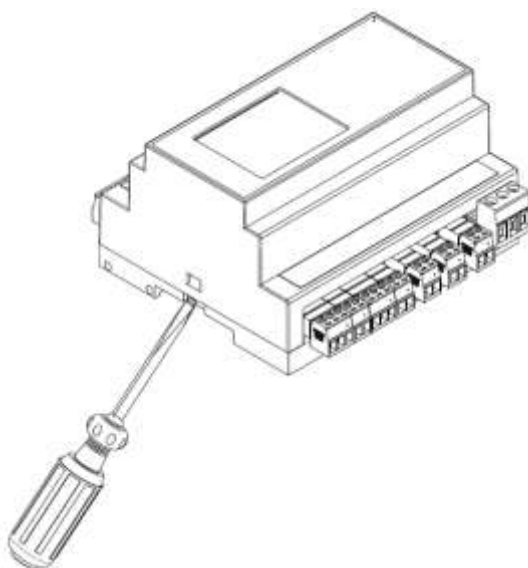

Рисунок 25 – Открытие защелки
3. Отверткой с плоским шлицем подцепите край торцевой поверхности крышки ПЛК под защелкой у основания корпуса и аккуратно (чтобы не повредить шлейф клавиатуры, расположенный под крышкой) приподнимайте отвертку, пока край крышки не отделится от основания корпуса (см. рисунок 25).